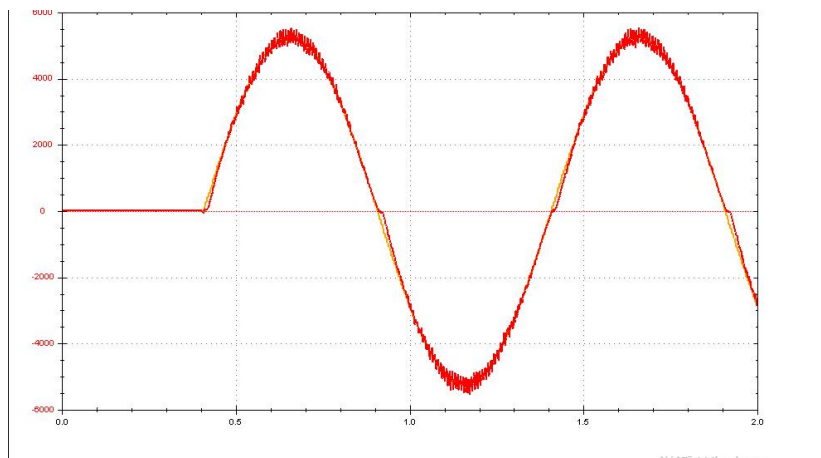

图 15-6 速度环正弦波激励相应波形
5. 速度环激励类型可选择正弦波激励，正弦波激励最终波形应该接近图 15-6 的波形。